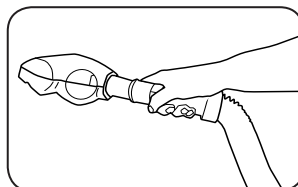
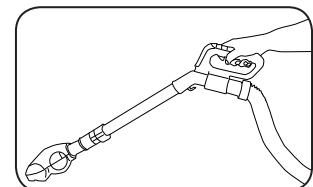

Fig. 6
Fig. 7
2. Coloque el cepillo turbo en el extremo de la manguera (Fig. 6) o en el extremo del tubo del mango (Fig. 7).